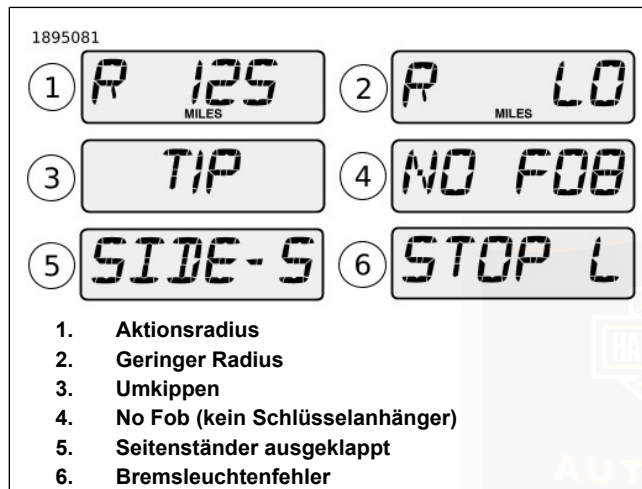

Abbildung 29. Anzeigen im Kilometeranzeigefenster
Siehe Abbildung 29. Die Aktionsradiusanzeige (1) zeigt die ungefähre Kilometerstrecke an, die mit dem derzeitigen Tankinhalt noch gefahren werden kann.
Siehe Abbildung 29. Wenn die verbleibende Reichweite auf ca. 10 km oder 10 Meilen geschrumpft ist, erscheint als Aktionsradiusanzeige „R LO“ (geringe Reichweite) (2), um
Siehe Abbildung 29. Sollte das Motorrad umkippen, wird in der Displayanzeige „TIP“ (3; „umgekippt“) eingeblendet. Der Motor kann erst nach dem Zurücksetzen wieder gestartet werden.
Siehe Abbildung 29. Wenn das Motorrad weggefahren wird, ohne den Schlüsselanhänger mitzunehmen, erscheint auf der
Siehe Abbildung 29. Bei internationalen Modellen (HDI) wird die Meldung „SIDE-STAND“ (5) eingeblendet, wenn bei ausgeklapptem Ständer ein Gang eingelegt wird. Siehe VOR DER FAHRT > BETÄTIGEN DES STÄNDERS (Seite 58).
Siehe Abbildung 29. Die Meldung „STOP LAMP FAULT“ (Bremsleuchtenfehler) (6) wird auf dem Display angezeigt, wenn der Bremslichtschalter nicht funktioniert.